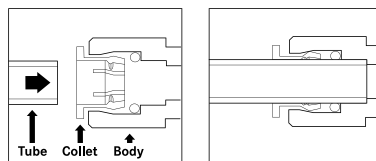

Bild. 1
- ▶ För in röret vinkelrätt (bild 1).